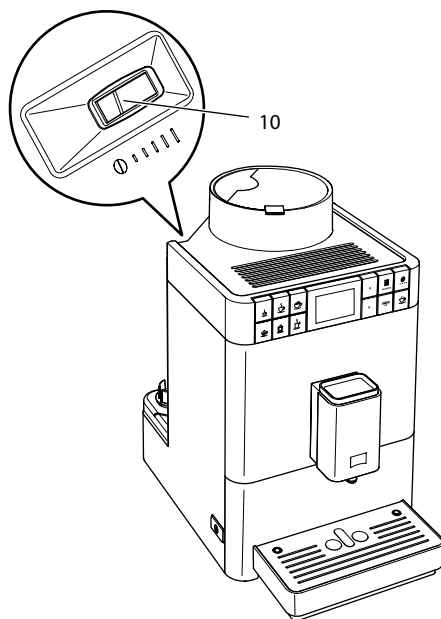

Рис. 16: Рычаг настройки тонкости помола
- » В корпусе становится виден рычаг "Регулировка тонкости помола" (10).
2. Переместите рычаг влево или вправо, как показано на Рис. 16.